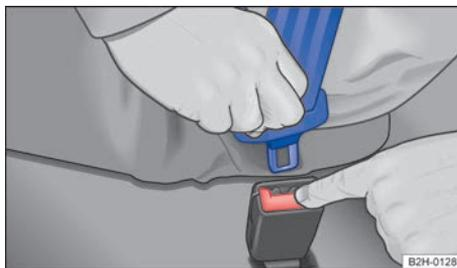

Fig. 51 Soltar la lengüeta del cinturón de seguridad de su cierre.
- Pulse la tecla roja del cierre del cinturón ⇒ fig. 51. La lengüeta del cinturón sale expulsada.